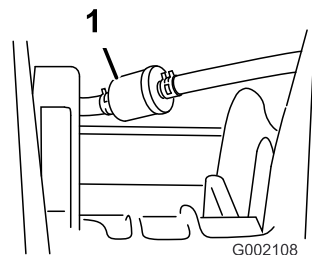

図 36
5. フィルタを燃料ラインに固定しているクランプを外す 図 36。